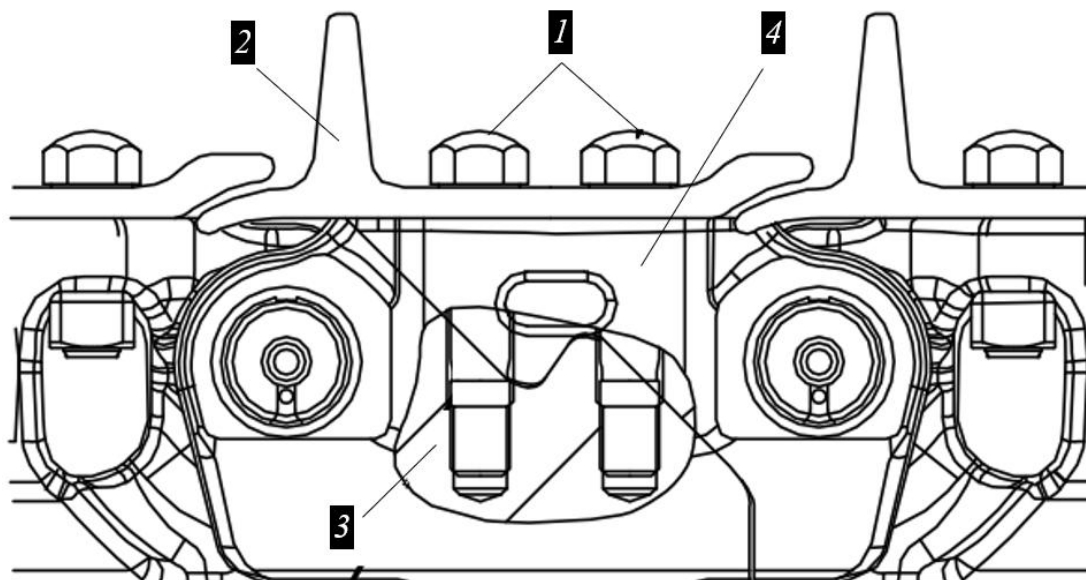

Рисунок 5.81. Процесс разъединения замыкающих полузвеньев цепи
- Ослабить болты крепления 1 башмака гусеницы (повернув на 1-2 витка), рис. 5.81.
- Выкрутить крепежные болты 1, рис. 5.81.
- Снять башмак гусеницы 2, разъединить замыкающие полузвенья 3 и 4, рис. 5.81.
- Установить башмак 2, наживить крепежные болты 1, рис. 5.81.